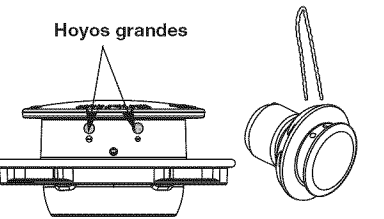

Fig. 23
4. Inserte ambos extremos de la línea en los orificios adecuados ubicados al costado del cabezal de corte (Fig. 23).